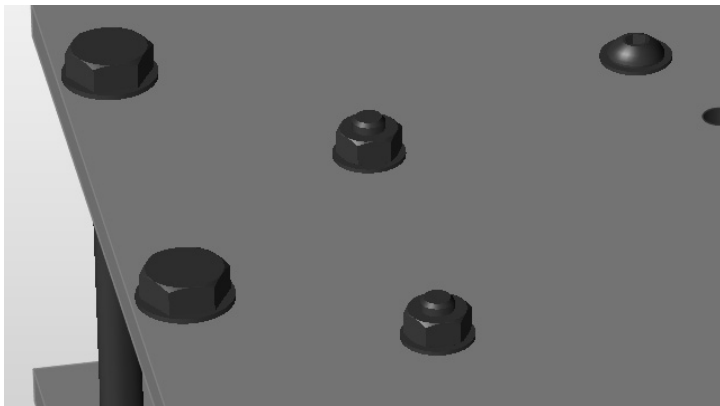

图 11-22
4) 重复以上步骤创建并反转第二个螺栓的方向，如图 11-22 所示。